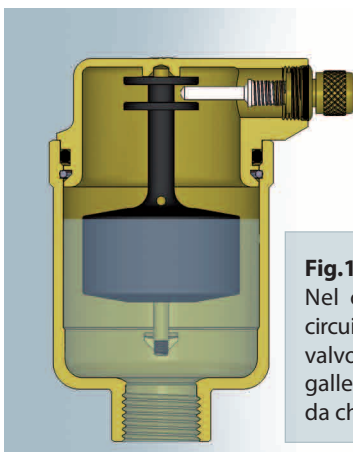

Fig.1
- con l'aiuto di una chiave a brugola da 4 mm svitare la valvolina di sfogo per poi procedere con la pulizia o la sostituzione Fig.1.